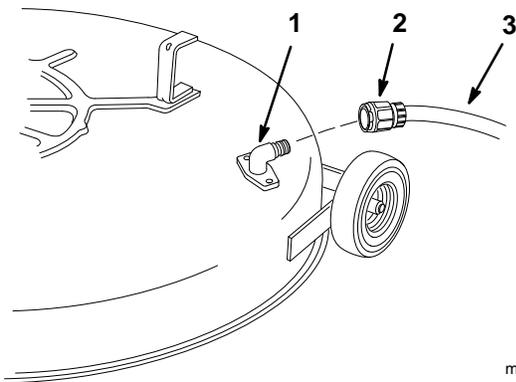

Figure 22
7. A l'aide d'une lime, aiguiser le tranchant aux deux extrémités de la lame (Fig. 22).
Vérifier la lame de coupe chaque fois que la machine est dressée sur l'arrière. Si le boulon de fixation de la lame est desserré, le serrer à 61–81 Nm. Remplacer la lame ou le bord relevé (Fig. 22) à l'extrémité de la lame s'il est usé, érodé ou fendu. Remplacer la lame si elle est tordue. Toujours utiliser les véritables lames de rechange TORO afin de garantir une sécurité et performance optimales. **NE JAMAIS UTILISER DE LAMES DE RECHANGE WILL-FIT.**
2. Visser la douille de raccordement du tuyau au raccord de lavage de la tondeuse et ouvrir l'eau à fond (Fig. 22).